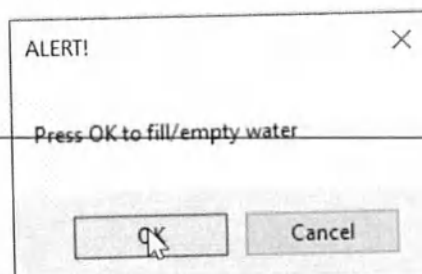
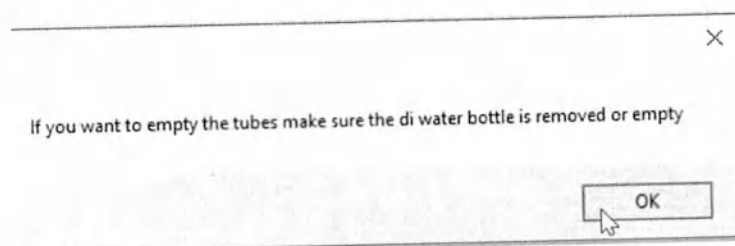

Рисунок 59
Рисунок 60
- 9.5.7.3 Если вы нажмете кнопку «Калибровка / Calibration» в «Форме обслуживания / Service form», появится сообщение с предупреждением [Рисунок 59].
- 9.5.7.4 Если вы нажмете кнопку «ОК» на [Рисунок 59], появится следующее сообщение [Рисунок 60].
- 9.5.7.5 Если вы нажмете кнопку «ОК» на [Рисунок 60], шприцевой насос заработает и